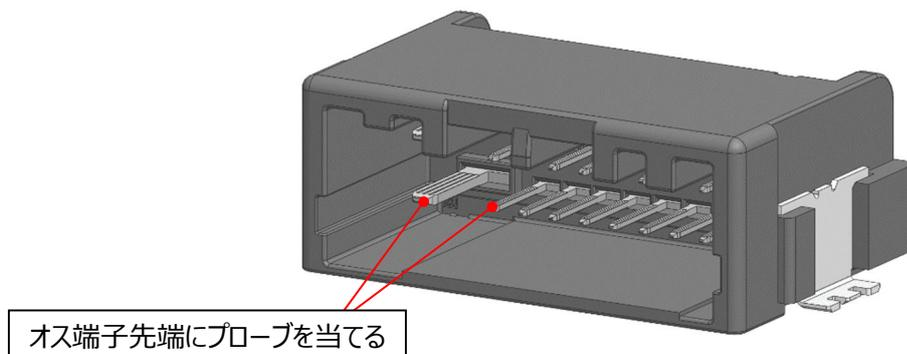

図 43.オス端子導通検査接点
- ①オスコネクタの導通検査を行う時は、オス端子先端に 0.5N 以下の荷重でプローブを当てて検査を行って下さい。0.5N 以上の荷重を加えた場合、オス端子変形の恐れがあります。(図 43 参照)
- ②端子に変形や傷が見られた場合は、使用せず、新品と交換して下さい。
- ②メスコネクタの導通検査を行う時はメス端子の指定箇所にて 0.5N 以下の荷重でプローブピンを当てて下さい。(図 43 参照)
- ③メス端子バネ変形の恐れがある為、メス端子 BOX 内にはプローブを入れないで下さい。